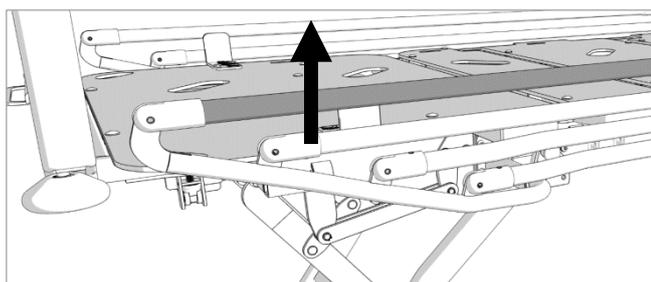
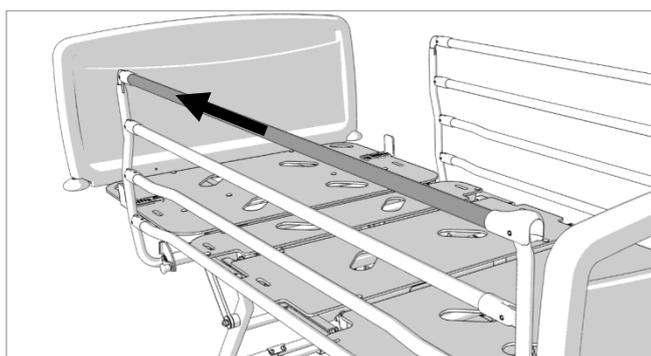

Figure 7.1
Figure 7.2
- a. Après son installation, la barrière latérale est en position abaissée. Pour relever la barrière latérale, tirez la barre supérieure de la barrière latérale vers le haut, comme illustré sur la Figure 7.1. Le piston de verrouillage s'enclenche et bloque la barrière en position relevée. Afin de vous assurer que la barrière latérale est bien verrouillée en position relevée, poussez doucement sur la barre supérieure dans le sens indiqué sur la Figure 7.2.